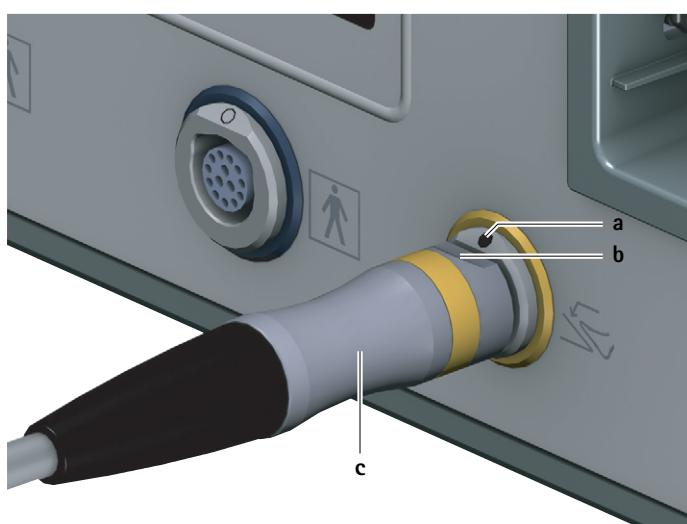

Fig. 2 Ligar o comando a pedal
- Alinhar a ficha do comando a pedal c de tal forma que a marcação b na ficha coincida com a marcação a na tomada de ligação do comando a pedal 6, ver Fig. 2.
- Retirar a ficha do comando a pedal c da tomada de ligação do comando a pedal 6, ver Fig. 2.